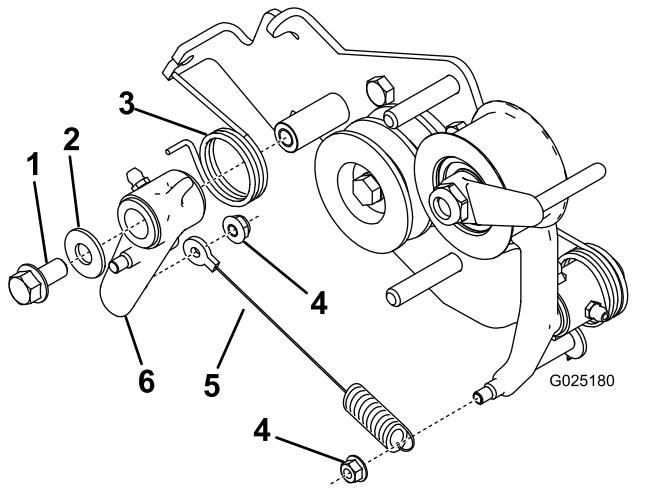

Figure 3
7. Déposez le levier de déplacement et les pièces nécessaires de l'ancien support d'embrayage et posez-les sur le support d'embrayage neuf (Figure 3).